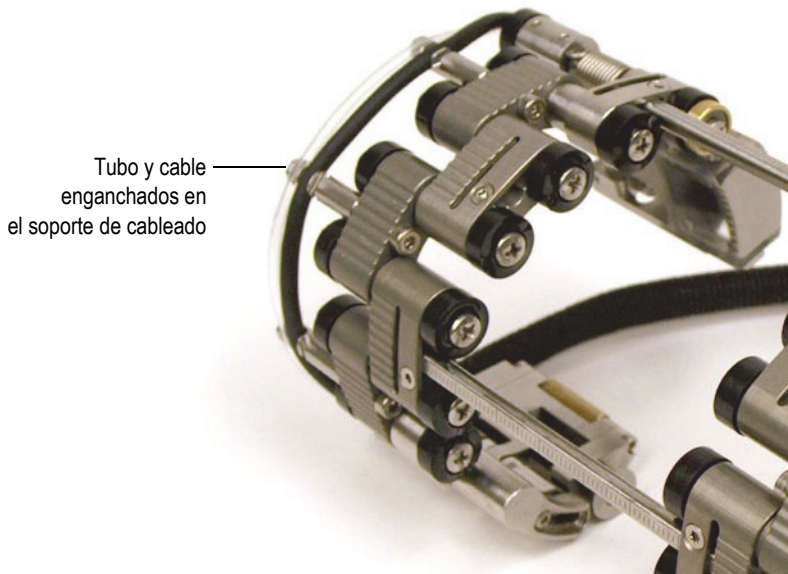

Figura 2-6 Fijación del tubo y del cable en el soporte de cableado
3. En el escáner, enganche los cables y el tubo en los soportes de cableado. Véase la Figura 2-6 en la página 40.